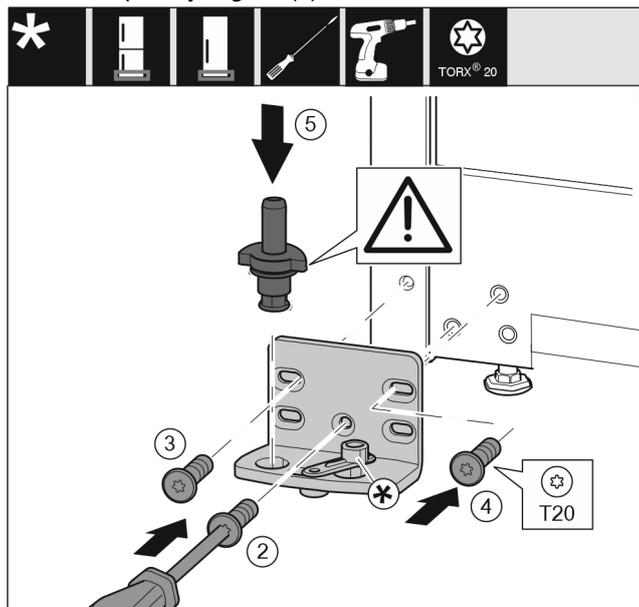

Fig. 18
- ▶ Установите опорный кронштейн с другой стороны и прикрутите с помощью отвертки T20. Начиная с винта 2 снизу в центре. Fig. 18 (2)
- ▶ Затяните винты 3 и 4. Fig. 18 (3,4)
- ▶ Установите опорный палец в сборе. При этом следите за тем, чтобы выступ фиксатора был направлен назад. *Fig. 18 (5)*